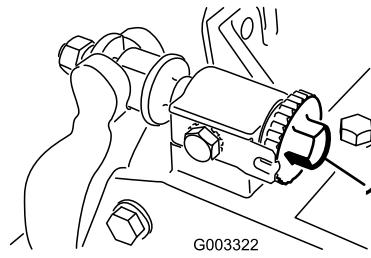
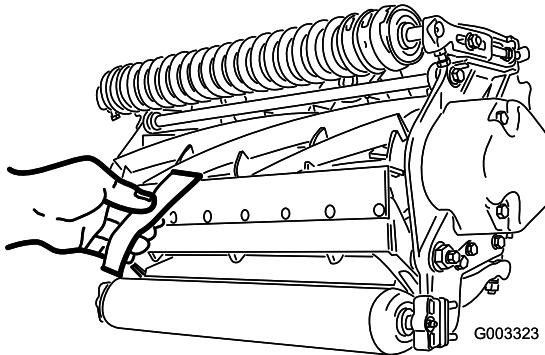

Figura 11
Figura 12
1. Posizionate la macchina su una superficie piana e uniforme. Accertatevi di eliminare il contatto del cilindro ruotando le viti di regolazione della barra di appoggio in senso antiorario (Figura 11).
Importante: Accertatevi che i dadi sull'estremità posteriore delle viti di regolazione della barra di appoggio non poggiino sul piano di lavoro (Figura 11).
3. Ad una estremità del cilindro, inserite una striscia di carta da giornale tra il cilindro e la controlama (Figura 12). Mentre ruotate leggermente in avanti il cilindro, ruotate la vite di regolazione della barra di appoggio (Figura 11) in senso orario (sullo stesso lato del cilindro, uno scatto per volta) finché la carta - inserita dalla parte anteriore, parallelamente alla controlama - non verrà leggermente compressa, se inserita dalla parte anteriore, parallelamente alla controlama. Avvertirete una leggera resistenza mentre la carta viene tirata.
5. Una volta terminata la regolazione, verificate che il cilindro comprima la carta, quando viene inserita dalla parte anteriore, e che tagli la carta, quando viene inserita ad angolo retto rispetto alla controllama (Figura 12). Deve essere possibile tagliare la carta con un contatto minimo tra la controllama e le lame del cilindro. Se risulta evidente una resistenza del cilindro/un contatto eccessivo, sarà necessario lappare o riaffilare l'apparato di taglio per ottenere il livello di affilatura necessario per un taglio di precisione (Fate riferimento al manuale Toro per l'affilatura del cilindro e delle macchine a taglio rotativo , Modulo N. 80-300PT).